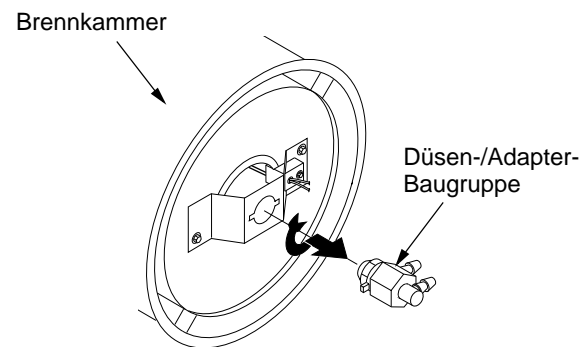

Abbildung 19 - Entfernen der Düsen-/Adapterbaugruppe
4. Die Düsenbaugruppe um eine Viertelumdrehung nach links drehen und in Richtung Motor abziehen (siehe Abb. 19).